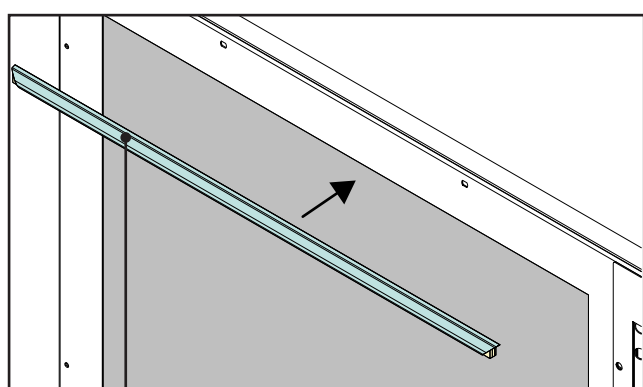

Fig. 21
3. Coller le joint d'étanchéité profilé supérieur sur la vitre de sécurité (fig. 21+22).